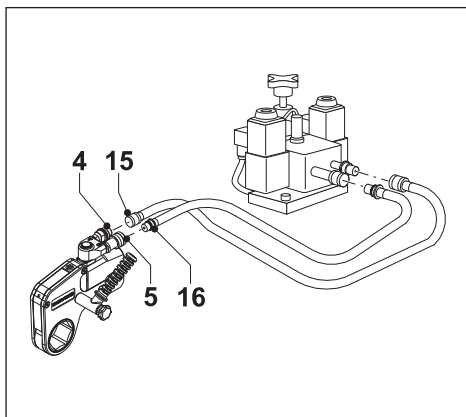

Fig. 6
3.4 Conectar las mangueras (Fig. 6)